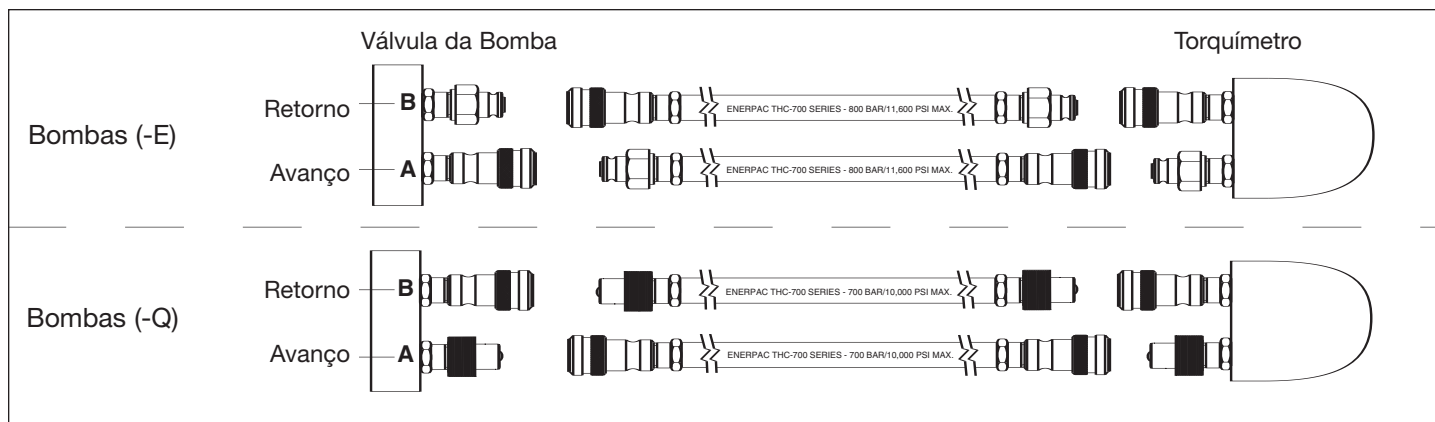

Figura 5
Faça a ligação das mangueiras conforme mostrado na Figura 5.
2. Bomba tipo (-Q) para torquímetros genéricos. Use mangueiras na pressão nominal de operação de 700 bar/10.000 psi. Os engates rápidos devem ser polarizados, conforme figura 5 para garantir operação correta do torquímetro. Certifique-se de que os engates rápidos estejam conectados e totalmente apertados antes de acionar. Uma ligação parcial do engate não vai permitir a operação correta do torquímetro.